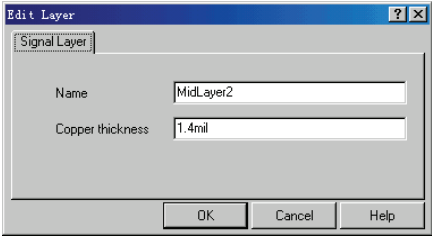

图 6-2 “Edit Layer”对话框
- 如果想重新排列中间的信号层，可以单击“Move Up”和“Move Down”按钮来操作。如果需要设置某一层的厚度，则可以选中该层，然后单击“Properties”按钮，系统将弹出如图 6-2 所示的“Edit Layer（层设置）”对话框设置信号层的厚度，还可以设置层名。